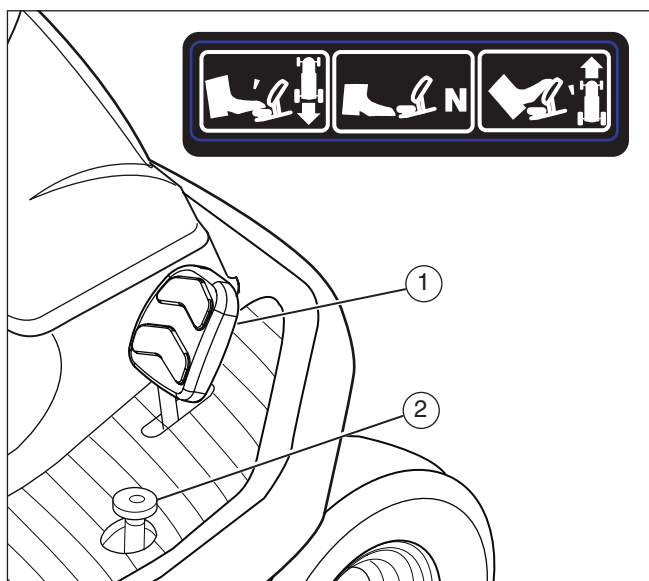

Figura 14
4. Empurre lentamente o pedal de controlo de velocidade para a frente (1) para activar a velocidade de avanço para a frente (consulte a **Figura 14**).
2. Levante lentamente o seu pé do pedal do controlo de velocidade para a frente (1) (consulte a **Figura 14**).
3. Empurre lentamente o pedal de controlo de velocidade de marcha-atrás (2) para activar a velocidade de avanço de marcha-atrás.
1. Levante lentamente o seu pé do pedal do controlo de velocidade para a frente (1) ou do pedal do controlo de velocidade de marcha-atrás (2) (consulte a **Figura 14**). O pedal do controlo de velocidade para a frente ou o pedal do controlo de velocidade de marcha-atrás regressa automaticamente à posição PONTO-MORTO.
3. Liberte o pedal do controlo de velocidade para a posição PONTO-MORTO (consulte a Figura 14).
4. Para andar mais depressa, desloque o pedal do controlo de velocidade para uma velocidade mais rápida (consulte a **Figura 14**).
5. Desloque o pedal do controlo de velocidade para as posições de velocidade desejadas (consulte a **Figura 14**).